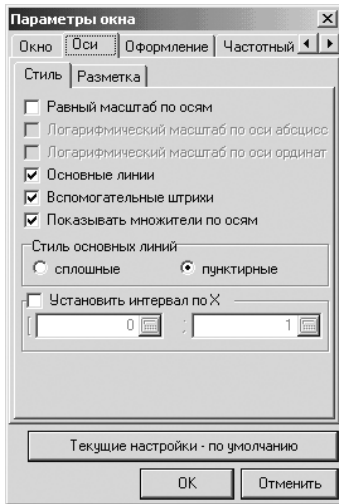

Рис. 1.132. Диалоговое окно **Параметры окна** с открытой вкладкой **Оси** и вкладкой **Стиль**
- щелкните в диалоговом окне **Параметры окна** по вкладке **Оси**. Она откроется, см. рис. 1.132;